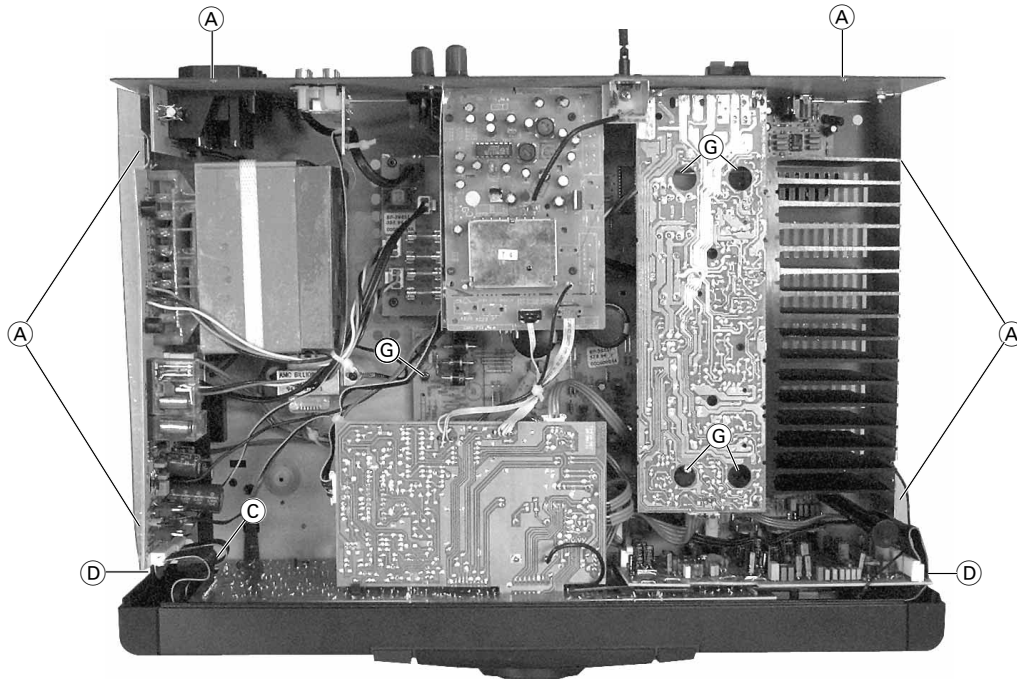

Fig. 1
- 6 Schrauben **A** herausschrauben (Fig. 1).
- Undo 6 screws **A** (Fig. 1).
- Rastung **C** der Netztaсте ausrasten (Fig. 1).
- 2 Rastnasen **D** ausrasten (Fig. 1).
- Disengage the mains button **C** (Fig. 1).
- Disengage the 2 catches **D** (Fig. 1).
- 5 Schrauben (G) herauserschrauben (Fig. 1).
- Rastung (C) der Netztafte ausrasten (Fig. 1).
- Undo 5 screws (G) (Fig. 1).
- Disengage the mains button (C) (Fig. 1).